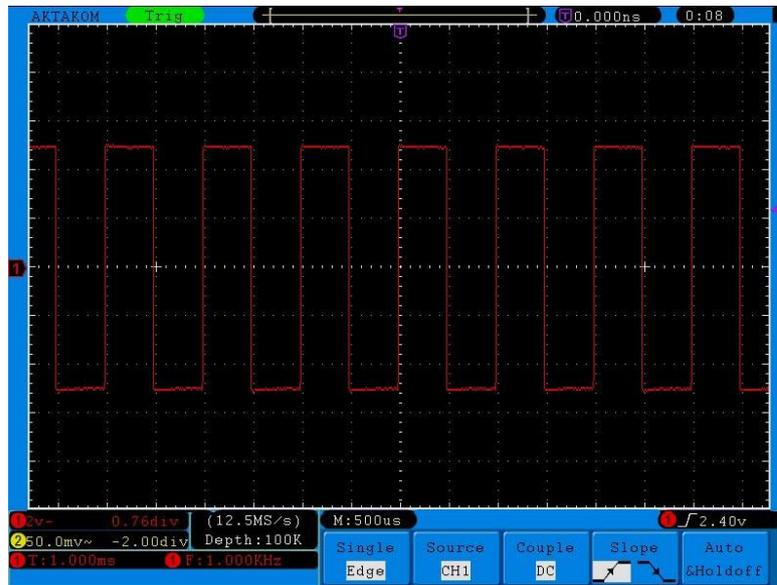

Рис. 3 Автоматическая настройка
8. Сигнал прямоугольной формы при частоте 1 кГц и 5Вп-п будут отображен через несколько секунд (рис.3).